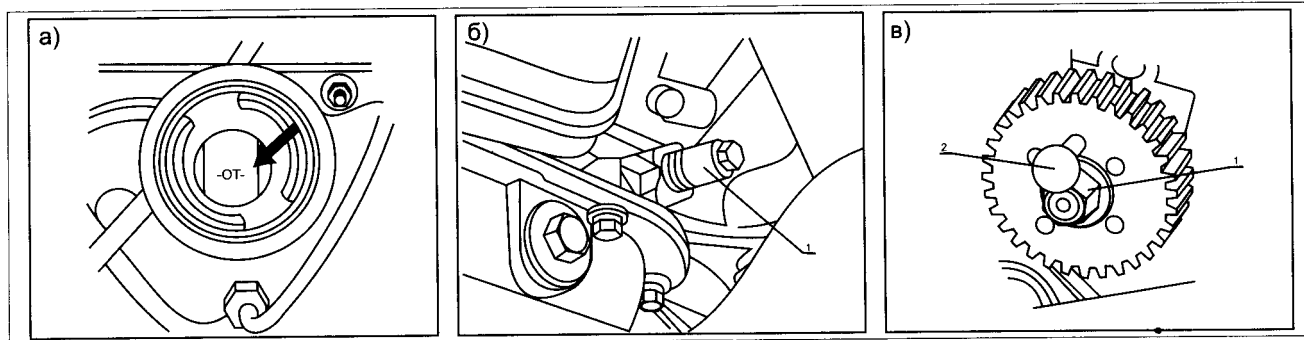

Рис. 8. Проверка момента впрыска топлива
- повернуть коленвал двигателя до положения ВМТ 3-го цилиндра по метке в отверстии масляной горловины (см. рис. 8а);
- проверить и зафиксировать коленвал в положение ВМТ 3-го цилиндра специальным приспособлением 1 (см. рис. 8б);
- в этом положении в контрольное отверстие приводной звездочки 1 ТНВД должен свободно входить специальный штифт 2 (см. рис. 8в). Если штифт не входит, необходимо проверить установку ремней газораспределительного механизма и привода ТНВД.